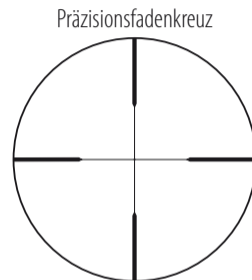

Abb. 3
(1) Fokussieren
- 1 Schauen Sie durch das Okular, wobei das Auge ungefähr 4 Zoll (10 cm) vom Okular entfernt sein muss, um das Präzisionsfadenkreuz zu sehen (Abb. 3).